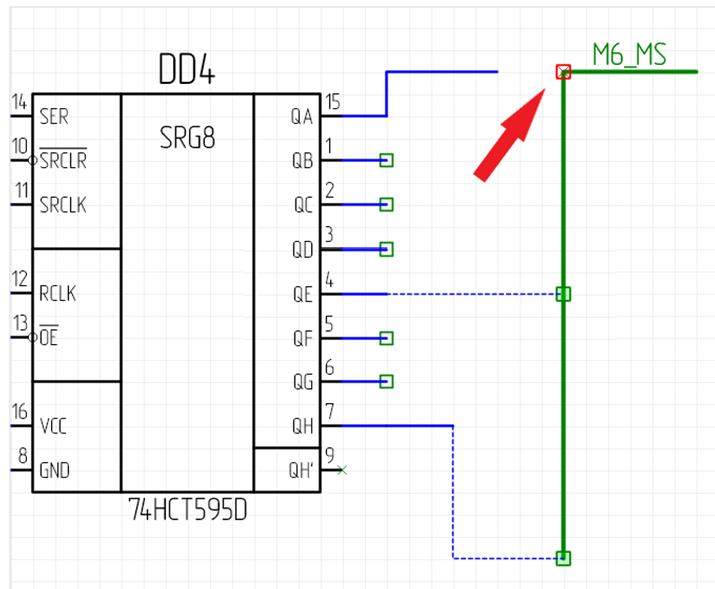

Рис. 22 Подключение к шине
6. Подключение проводников к шине не должно быть выполнено в место соединения сегментов шины под прямым углом, данное подключение невозможно в Delta Design, см. Рис. 22.